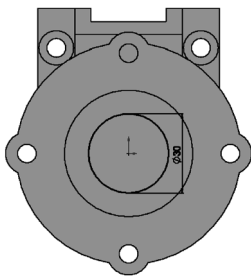

图 7-106 绘制切除拉伸 6 草图
3) 绘制切除拉伸 6 草图。选择底孔底面作为绘图基准面, 单击“草图”控制面板中的  (圆) 按钮, 绘制一个圆, 单击“草图”控制面板中的  (智能尺寸) 按钮, 标注圆的直径为 30, 如图 7-106 所示。